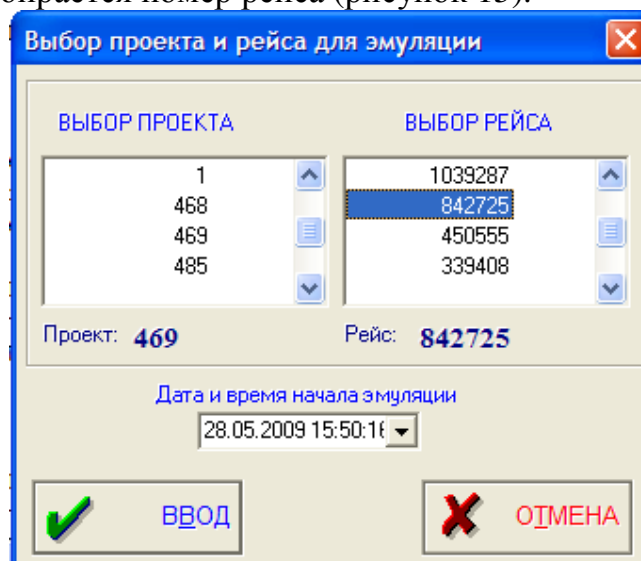

Рис. 15. Окно выбора рейса
- После этого выбирается номер рейса (рисунок 15).